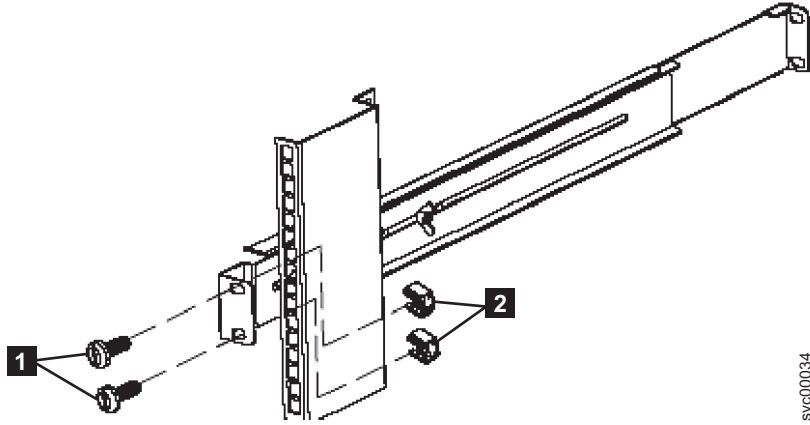

图 10. 将后部导轨固定到 2145 UPS-1U 上
6. 使用两颗 M6 × 10 螺钉（第 18 页的图 10 中的 **1**）和两颗夹片螺母 **2** 将导轨连接到机架后部。客户的机架可能与此处显示的不同，如果是这样，那么可能需要不同的夹片螺母或紧固件。